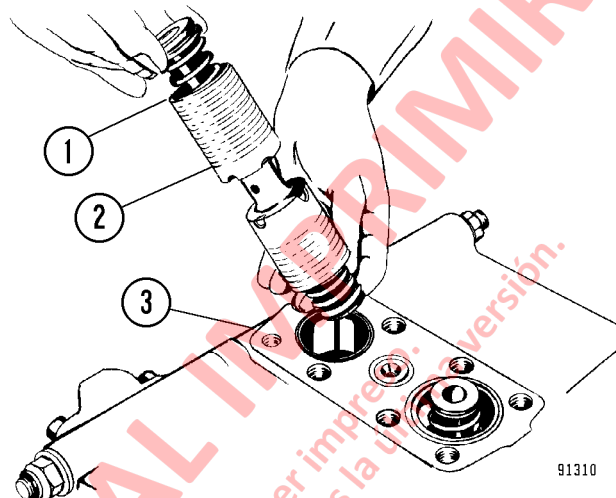

FIGURA 8-10. MONTAJE DEL CARRETE
3. Repita el paso 2 para el extremo opuesto del carrete (20) para montar el resorte, el asiento del resorte y el extremo del carrete. Asegúrese que el resorte (16) sea azul. En el extremo inferior no hay montado cabezal móvil ni tapón.
4. Lubrique el conjunto del carrete y móntelo con cuidado en la carcasa del carrete como se muestra en Figura 8-10. Asegúrese de que la ranura en "V" (1) en el conjunto del carrete (2) esté posicionada hacia **arriba**.
6. Repita el Paso 5 para el extremo inferior del carrete (14). Instale el resorte (16) que es de color azul, el asiento de resorte (2) y el extremo del carrete (15). Aplique Loctite a las roscas del extremo del carrete. Instale el extremo del carrete (15) y apriételo a **34 N·m (25 ft lb)**. Instale el cabezal móvil blanco (22). Aplique Dri-loc #204 a las roscas del tapón (3). Instale y apriete el tapón a **20 N·m (15 ft lb)**.
7. Lubrique el carrete ensamblado e instálelo en la carcasa del carrete como se muestra en Figura 8-10. Asegúrese de que la ranura en "V" (1) en el conjunto del carrete (2) esté posicionada hacia **arriba**.